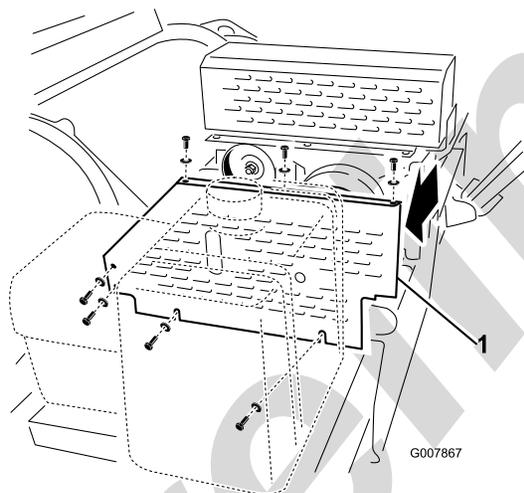

Рисунок 54
1. Снимите кожух ремня (Рисунок 54).